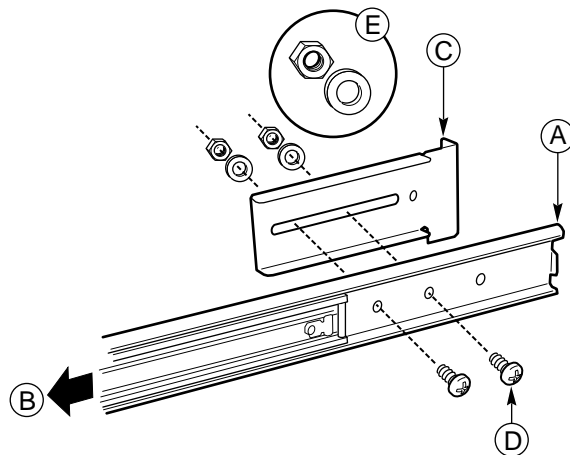

图 7 螺钉、垫圈、螺母、座架和滑动装置 (FR/RL) 的正确对齐位置
2. 将中间部分从外部部分中拉出，以便您可以完全接触外部部分的后部。图 7 中的 B 项显示了必须朝哪个方向展开中间部分。在滑动装置的右边，注意外部部分中的三个螺钉孔是露出来的。
5. 将螺钉放在外部部分内侧的前面两个孔中，并用垫圈和防松螺母松松地拧上。螺钉、垫圈、防松螺母、座架和滑动装置的正确对齐位置，如图 7 所示。